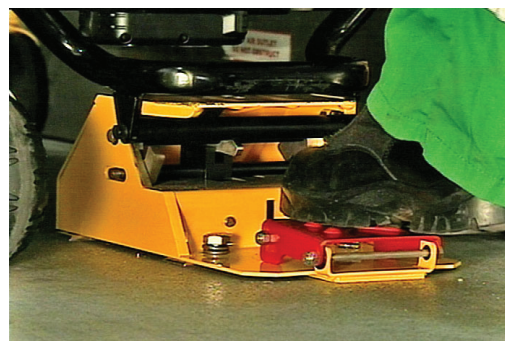

Figura 16 – Rimuovere la barella dal veicolo
2. Rimuovere la barella dal dispositivo di ancoraggio e spingere il carrello fuori dalla cabina paziente del veicolo (Figura 16).